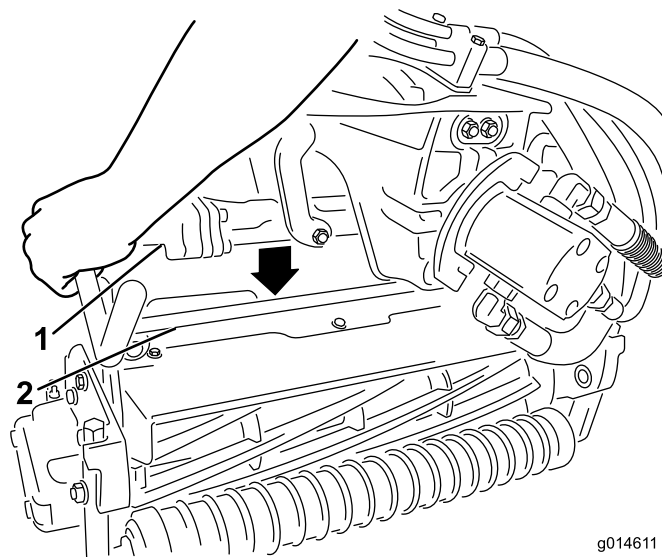
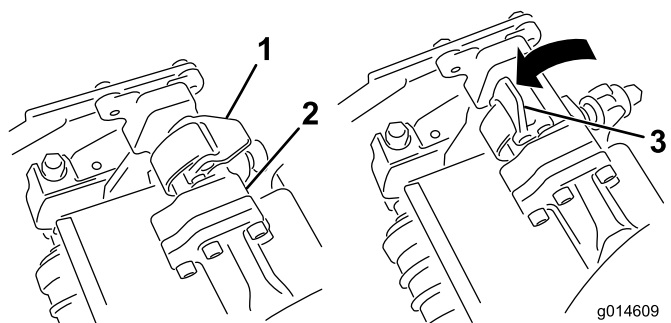

図 13
図 12
9. サスペンション・アームのバーについているラッチを上向き（開いた状態）にして（図 12）、サスペンション・アームを押し下げて、バーを、カuttingユニットのバーの上に被せるようにする（図 13）。
10. ラッチを下げて閉じるとカuttingユニットのバーがロックされてユニットがアームにセットされる（図 12）。